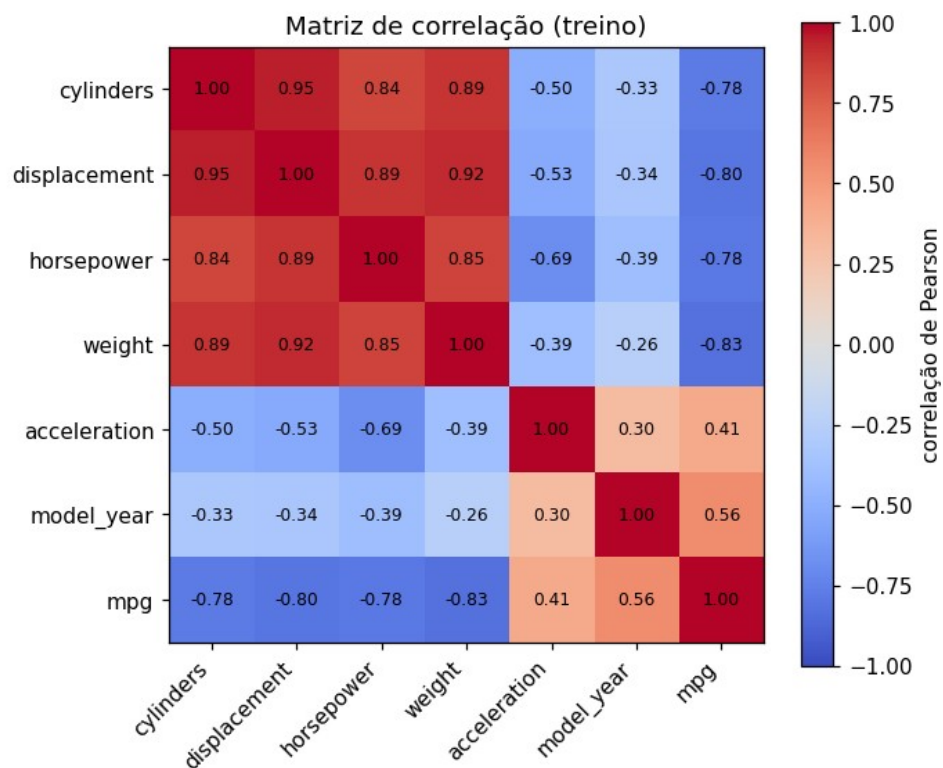

Figura 3. Matriz de correlação de Pearson (adimensional) entre os preditores numéricos e mpg, conjunto de treino.
3. Sim. Na matriz de correlação do treino (Figura 3), weight, displacement, cylinders e horsepower são fortemente correlacionados entre si (displacement×weight = 0,93; cylinders×weight = 0,89; horsepower×weight = 0,85). Essa redundância dificulta a interpretação dos coeficientes: como as variáveis variam juntas, "mantendo as demais constantes" descreve combinações raras, os coeficientes ficam instáveis e podem dividir ou trocar o efeito entre variáveis. model_year é pouco correlacionado com weight (−0,26) e traz informação nova.